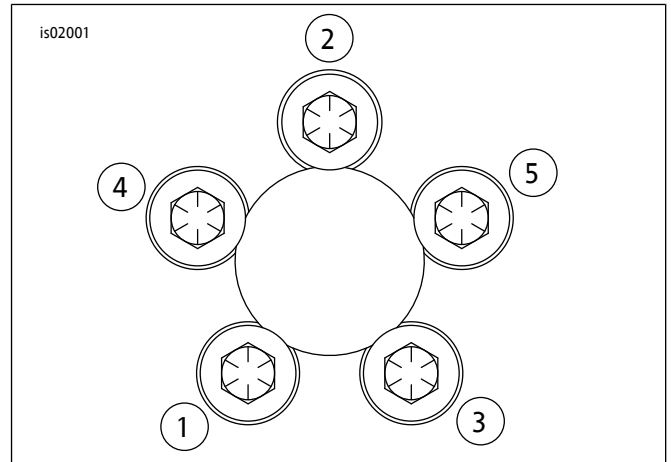

图1。链轮拧紧顺序
4. 参见图1。按照图示顺序拧紧螺丝至31.2 N·m(23 ft·lbs)。
7. 采用这些标记做为参照，按照图1中所示的拧紧顺序将每个螺丝顺时针再次拧紧60度。